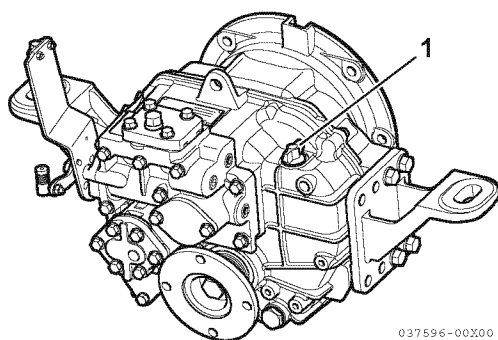

Figure 3
9. Retirez la jauge (1, **Figure 3**). Remplissez avec les quantités d'huile suivantes, et ajoutez la quantité requise pour le refroidisseur et les conduites d'huile.